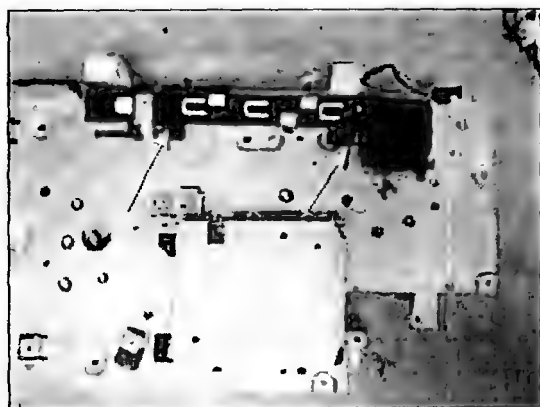

Рис. 8.22
- Снимают защитную планку со шлейфом, отогнув две защелки и сдвинув ее движением влево — на себя (рис. 8.22).